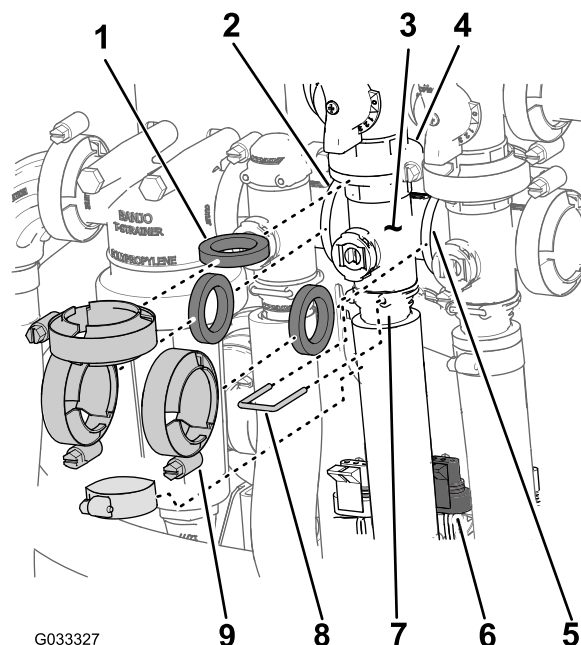

Рисунок 70
1. Снимите хомуты и прокладки, которые крепят коллектор клапана перемешивания (Рисунок 70) к перепускному клапану перемешивания, клапану управления нормой внесения, главному клапану секций и переходному штуцеру (дрессельный клапан перемешивания).
2. Снимите держатель, который крепит выпускной штуцер к коллектору клапана управления интенсивностью опрыскивания (Рисунок 70).